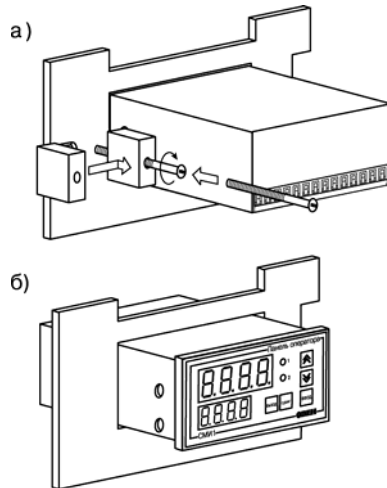

Рисунок 7.1 – Монтаж прибора щитового крепления
1. Вставьте панель в специально подготовленное отверстие на лицевой панели щита (см. Приложение А и рисунок 7.1, а).
2. Вставьте фиксаторы из комплекта поставки в отверстия на боковых стенках панели (рисунок 7.1, б).